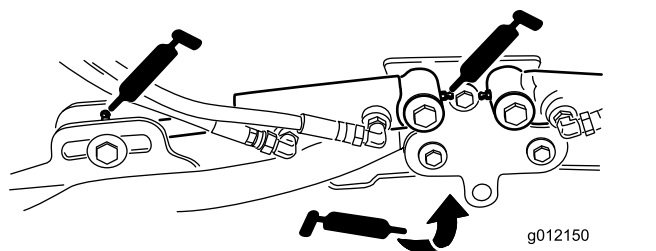

Figura 37
- Cilindros do braço de elevação da unidade de corte (2 cada) (Figura 37)